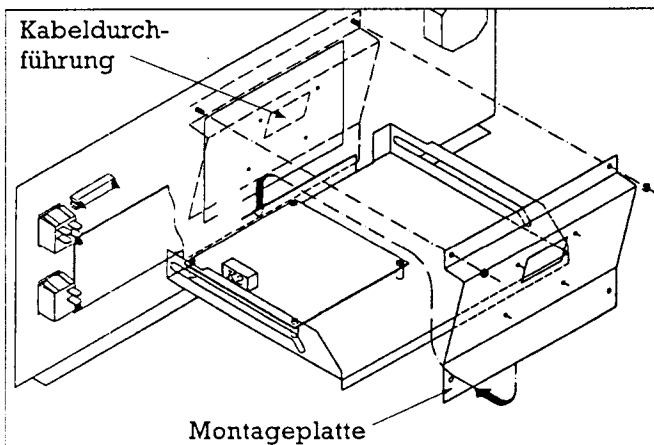

Abb. 9: Einbau der Montageplatte
9. Befestigen Sie den Sockel der comfortmatic B mittels beiliegender Schrauben auf der Montageplatte (Abb.9)